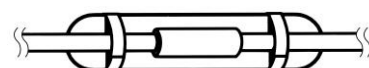

図 6
- (9) クランプを外し、修復用チューブ内の空気を吸引除去する。カテーテル内にヘパリン加生理食塩液をゆっくりと注入し、再度カテーテルをクランプする。
- (10) カテーテル接合部を副木となるもの（塗布用スティック又は舌圧子）にテープでくくり、固定する（図 6）。48 時間以後には副木を取り外してもよい。